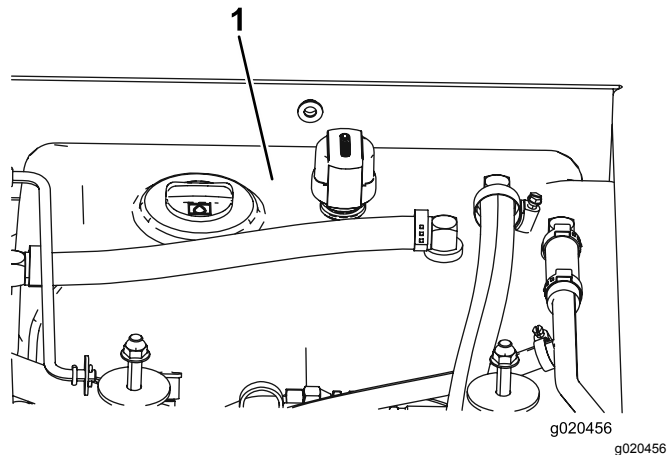

Figure 117
- Remplissez le réservoir (Figure 117) de liquide hydraulique ; voir Contrôle du niveau de liquide hydraulique \(page 80\).